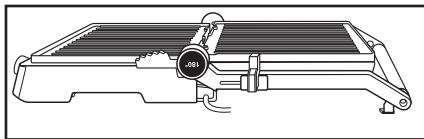

Fig. 2
- 3) Las placas de calentamiento 10 están la una junto a la otra y pueden utilizarse como grill de mesa (fig. 2).